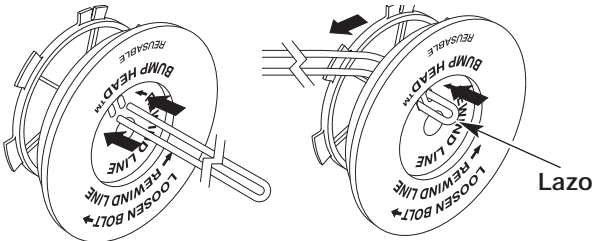

Fig. 28
6. Tome aproximadamente 40 pies (12.2 m) de nueva línea de corte, enlázela en dos longitudes iguales. Inserte cada extremo de la línea a través de uno de los dos orificios del carrete interior (Fig. 28). Pase la línea a través del carrete interior de modo que el lazo sea lo más pequeño posible.